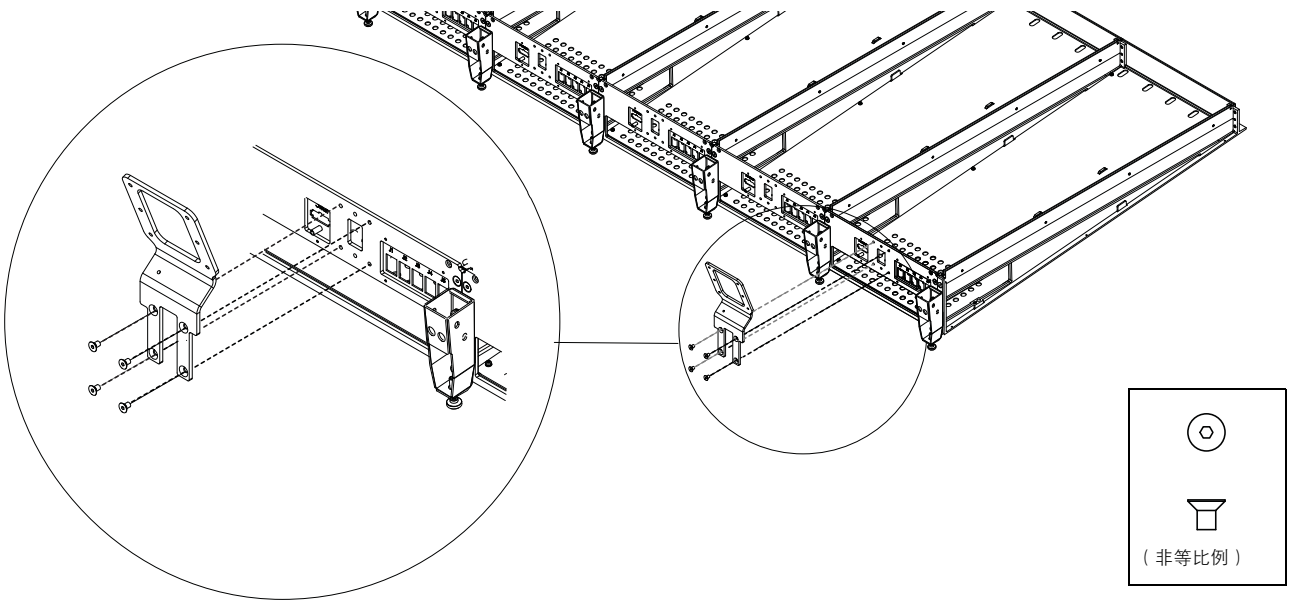

图 26 装配显示模块安装支架
- 2 使用四个平头六角紧固件将第一个显示模块安装支架装配到各通道盒架后垫板中央的四个孔上。确保正确设定支架的方位（见图 26）。请不要将显示模块安装支架装配到准备安装主控分区模块的盒架上。